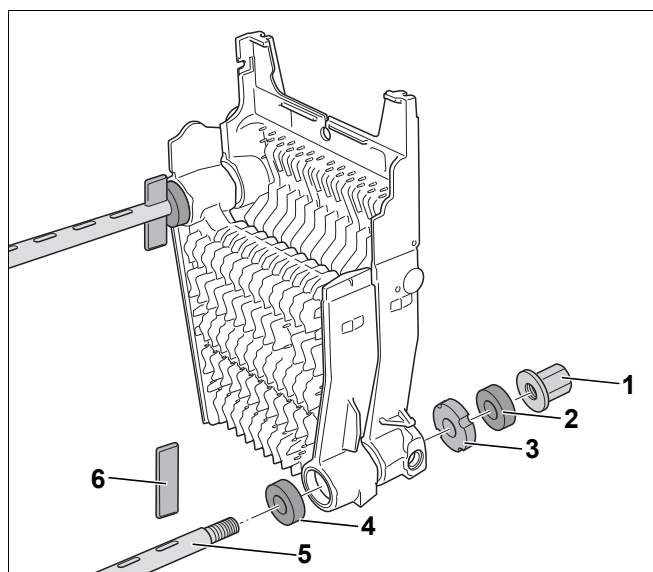

Рис. 7 Установка стяжного инструмента
- Поставьте секции котла на "голову" (Рис. 7, стр. 9).